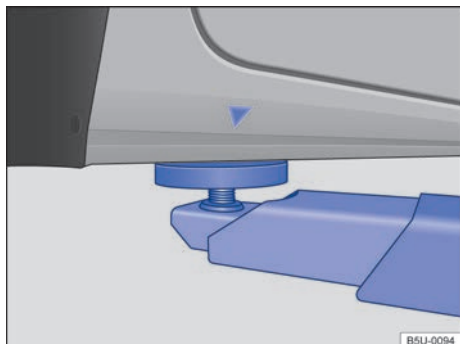
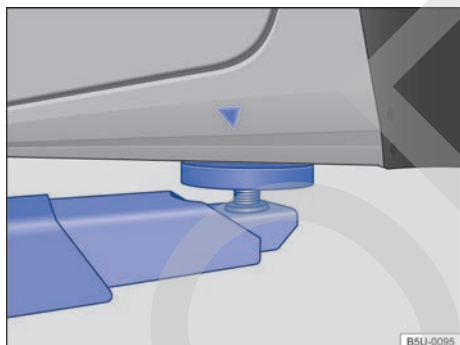

Fig. 155 Puntos de apoyo delanteros para la suspensión con plataforma elevadora o con gato.
Fig. 156 Puntos de apoyo traseros para la suspensión con plataforma elevadora o con gato.
El vehículo debe ser suspendido solamente por los puntos indicados en las figuras → fig. 155 y → fig. 156. Si el vehículo no está suspendido por los puntos indicados, pueden ocurrir daños en el vehículo → ⓘ y lesiones graves → ⚠.
- Suspender el vehículo solamente por los puntos indicados en las figuras → fig. 155 y → fig. 156. Si el vehículo no es suspendido por los puntos indicados, puede caer de la plataforma elevadora cuando, por ejemplo, se desmonta el motor o la suspensión.